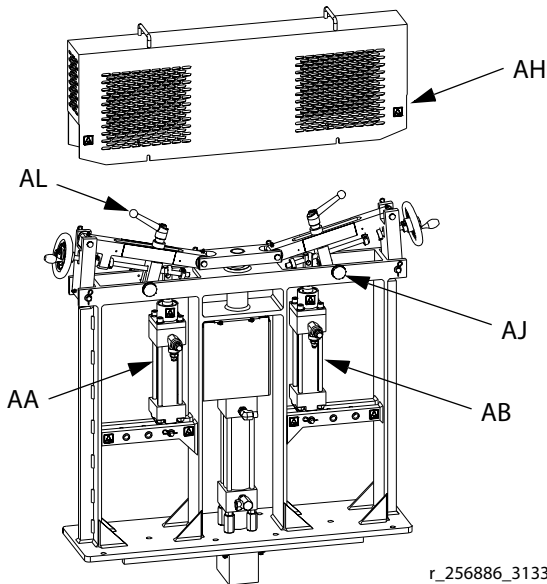

Рис. 7. Вид спереди
- h. Проверьте настройку состава смеси верхней части насоса. Затяните ручку блокировки состава смеси (AL).
- и. Установите щиток (AH) и затяните четыре зажимные ручки (AJ). См. Рис. 7.